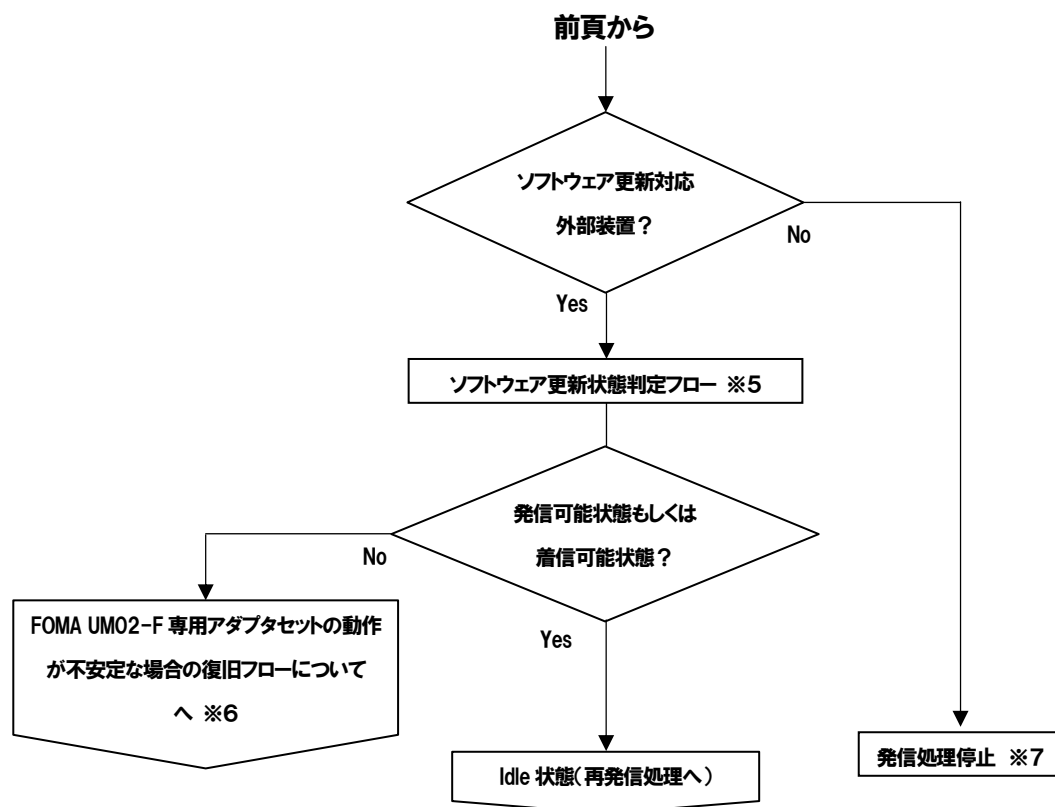

図.3-7 ATD コマンドによる発信処理
- ※3: 「図 3-7 ATD コマンドによる発信処理」の開始へ戻り、再発信を行ってください。2 回以上再発信しても『NO CARRIER』が応答されてしまう場合は、発信処理を停止し、各種設定の見直しを行ってください。設定に不備が無い場合は、AT*DHWRST によるハードウェアリセットを実行し、再度発信処理を実行してください。